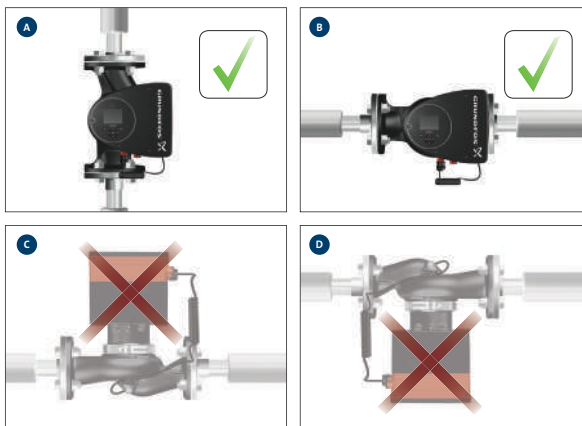

Рис. 5 Насос з валом електродвигуна в горизонтальному положенні
- Правильний монтаж насоса у вертикальному трубопроводі. Див. рис. 5 (А).
- Правильний монтаж насоса у горизонтальному трубопроводі. Див. рис. 5 (В).
- Забороняється встановлювати насос так, щоб вал електродвигуна знаходився у вертикальному положенні. Див. рис. 5 (С та D).